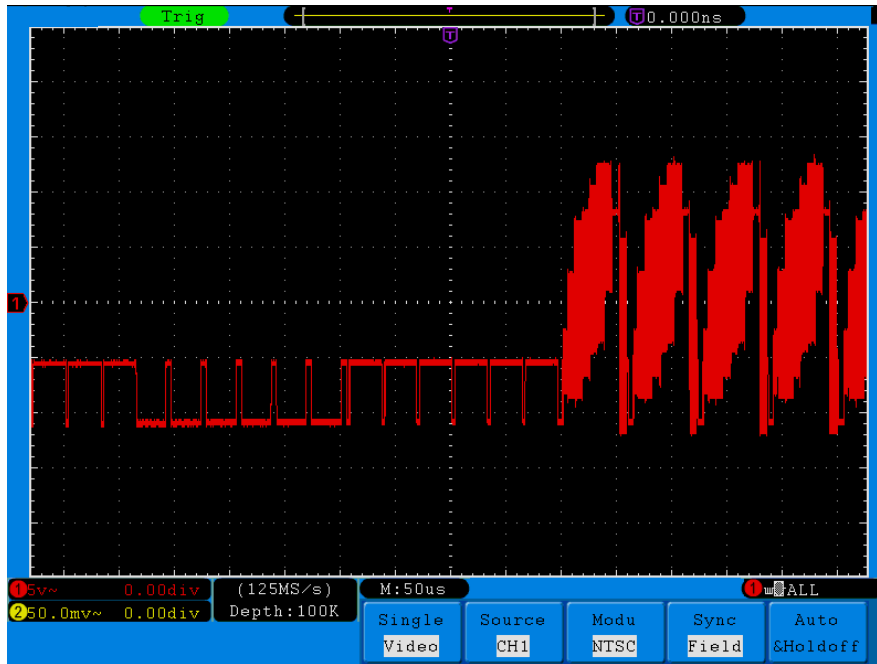

図 7-7 波形のビデオフィールドトリガー
- (6) H4 ボタンを押して同期メニュー(Sync)を呼び込み、F2 ボタンを押して同期をフィールド(Field)に指定します。
- (7) 垂直 VOLTS/DIV、垂直と水平 SEC/DIV ツマミを回して最適な波形表示に調節します(図 7-7 参照)